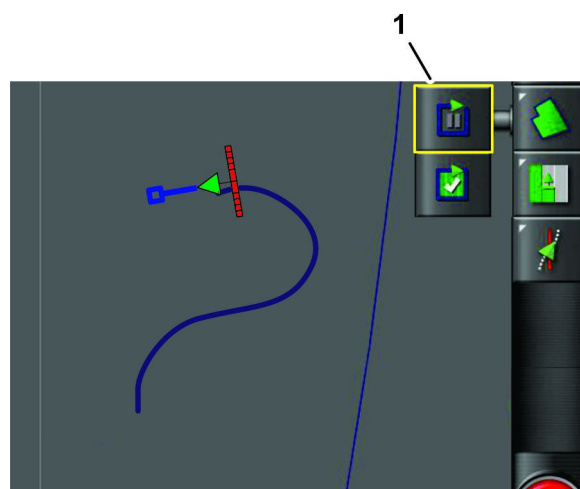

Figura 42
2. Pressione o ícone PAUSAR DEMARCAÇÃO DO LIMITE DO CAMPO (Figura 42).